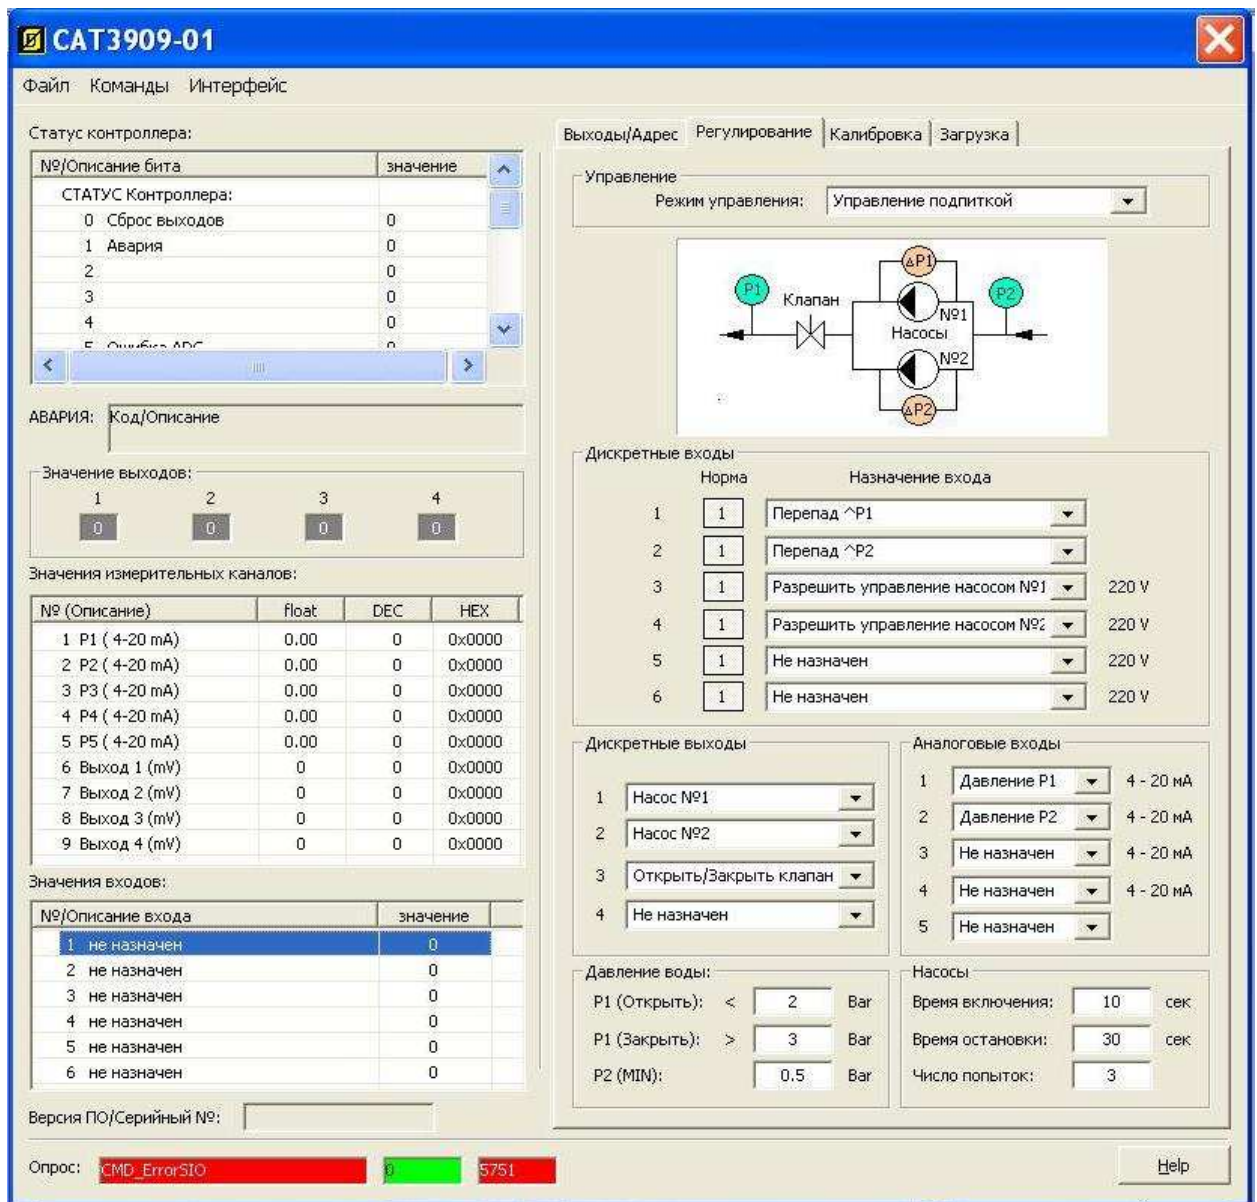

Рисунок 12
Перейти на вкладку **Регулирование** (рисунок 12).
На вкладке **Регулирование** (рисунок 12) в таблице **Насосы**
- 4) На вкладке **Регулирование** в строке **Режим управления** установить значение **Не назначен** (рисунок 12).